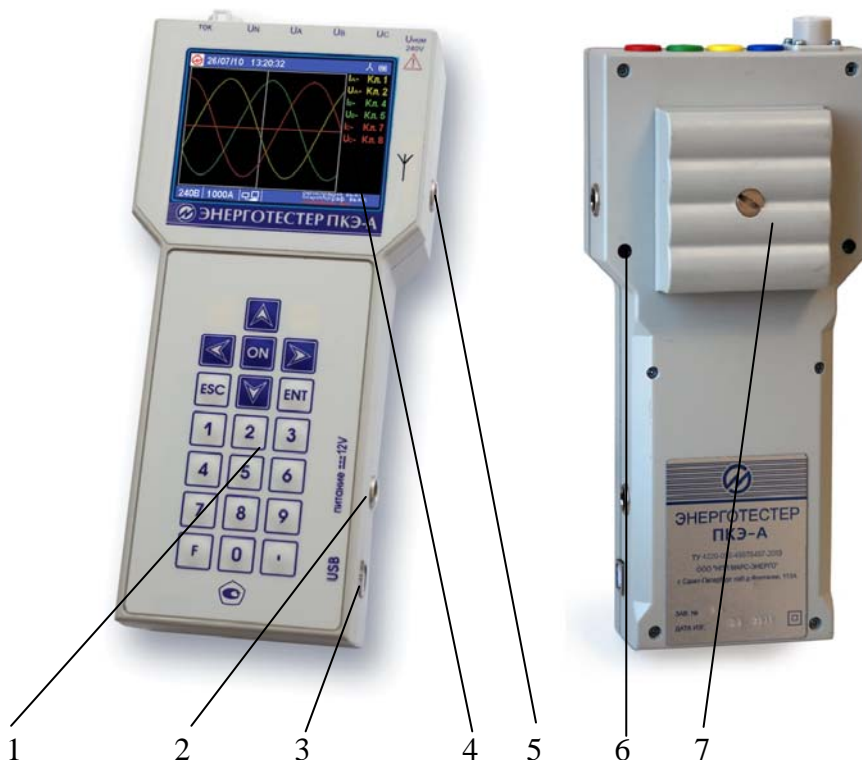

Рис. 3.2. Лицевая и задняя панели Энерготестера ПКЭ-А.
- подключить кабель блока питания 220 В (МС2.087.030) или (при наличии в комплекте) блока питания трехфазного (БПТ) (рисунок 3.2а) к соединительному гнезду «12 В» Энерготестера (рисунок 3.2);
Рис. 3.2а. Подключение Энерготестера к адаптеру универсальному.